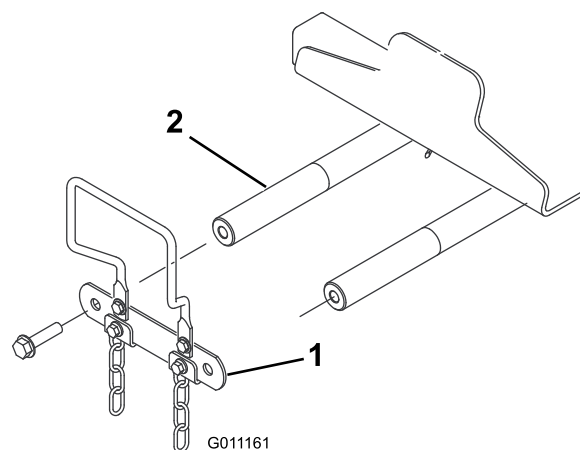

Figura 13
- Retire los 2 pernos que fijan la pletina de unión de los ejes pivotantes de los brazos de elevación a los ejes pivotantes de los brazos de elevación, y retire y guarde la pletina de unión y los pernos (Figura 13).